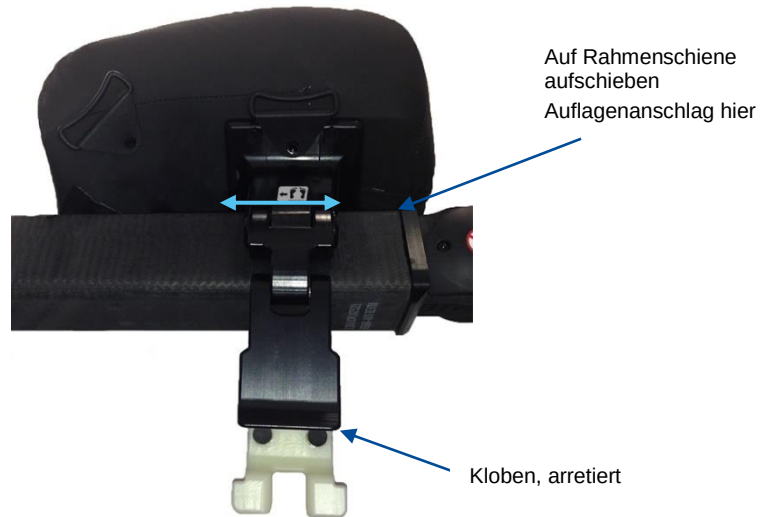

Abbildung 70: Montieren der ProAxis® Tempur-Pedic®-Hüft-/Oberschenkelauflage am Rahmen
11. Die ProAxis® Tempur-Pedic®-Hüft-/Oberschenkelauflagen anbringen. Die Auflagen sind als rechts und links gekennzeichnet und bei Bauchlage des Patienten mit dessen Beckenkamm auszurichten. Den Kloben öffnen, die Auflage mit dem Kloben über der Schiene des offenen Rahmens am Fußende-Abschnitt des Rahmens ausrichten, in Position absenken und zum Gelenk schieben, bis sie am Auflagenanschlag anliegt (Abbildung 70).
31. Die Platzierung der ProAxis® Tempur-Pedic®-Hüft-/Oberschenkelauflagen visuell bestätigen. Die montierten Auflagen sollten am Auflagenanschlag anliegen (Abbildung 70). Bei ordnungsgemäßer Positionierung sollte der anatomische Anhaltspunkt des Patienten, der Beckenkamm, im oberen Drittel der Auflage ruhen. Der Hüft-/Oberschenkelauflagenbezug aus dem Patientenkit sollte glatt an der Haut des Patienten anliegen. Sicherstellen, dass die Haut des Patienten glatt und eben am Hüft-/Oberschenkelauflagenbezug des Patientenkits anliegt. Zum Umpositionieren des Patienten auf der Auflage ist der Patient so anzuheben und zu bewegen, dass der Beckenkamm das obere Drittel der Auflage berührt. Den Hüft-/Oberschenkelauflagenbezug glätten und den Patienten wieder auf die Auflage absenken. Bestätigen, dass die Auflagen ordnungsgemäß platziert sind, wobei die beiden Beckenkämme des Patienten jeweils im oberen Drittel der entsprechenden Hüft-/Oberschenkelauflage ruhen (Abbildung 80).